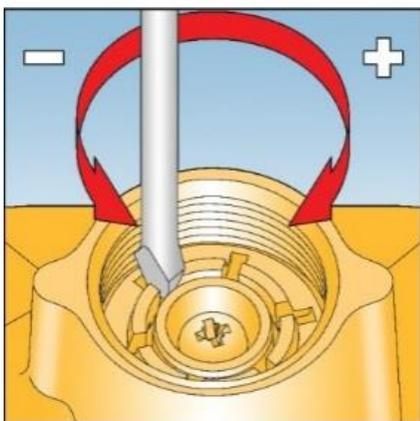

Fig. 12
3. Desrosqueie totalmente e remova a tampa para regulagem da mola. Veja Fig. 12.
5. Rosqueie o suporte da mola novamente, garantindo que a mola esteja abaixo dele. Veja Fig. 12.